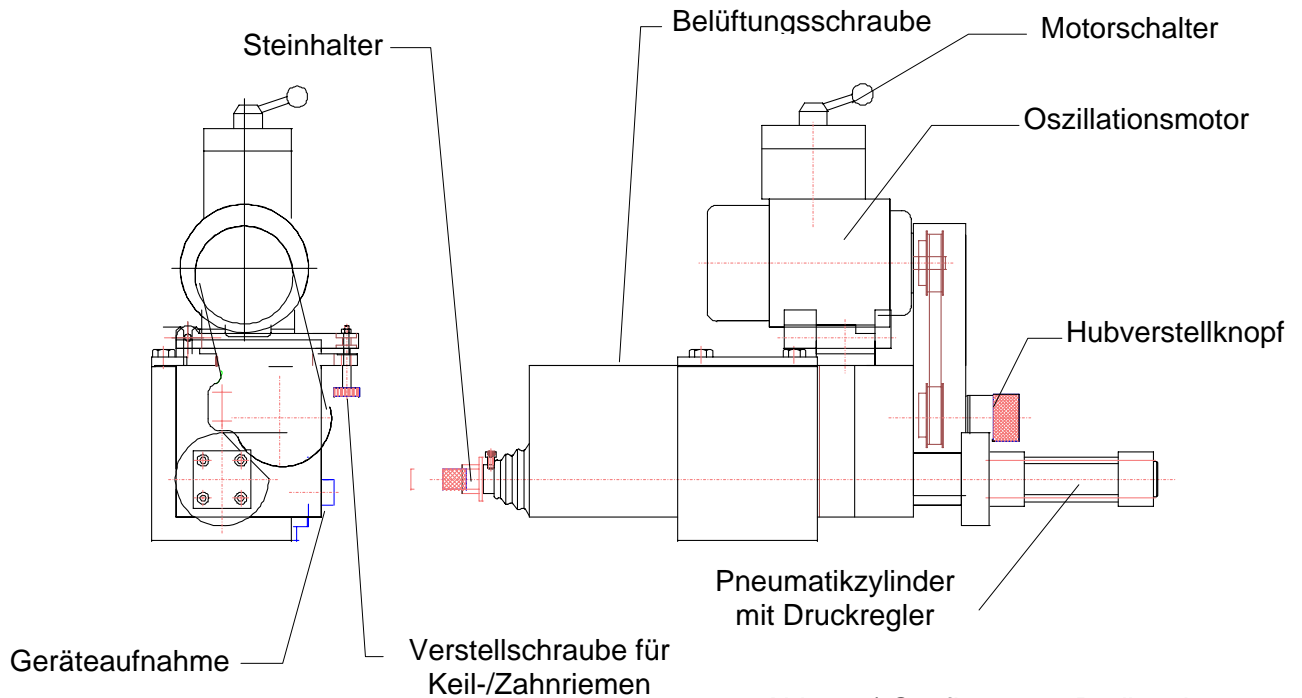

Abb. 2-3) Supfina 200 - Bedienelemente
- Belüftungsschraube öffnen (siehe *Abb. 2-3*) *Supfina 200 - Bedienelemente, Seite 2-9*)